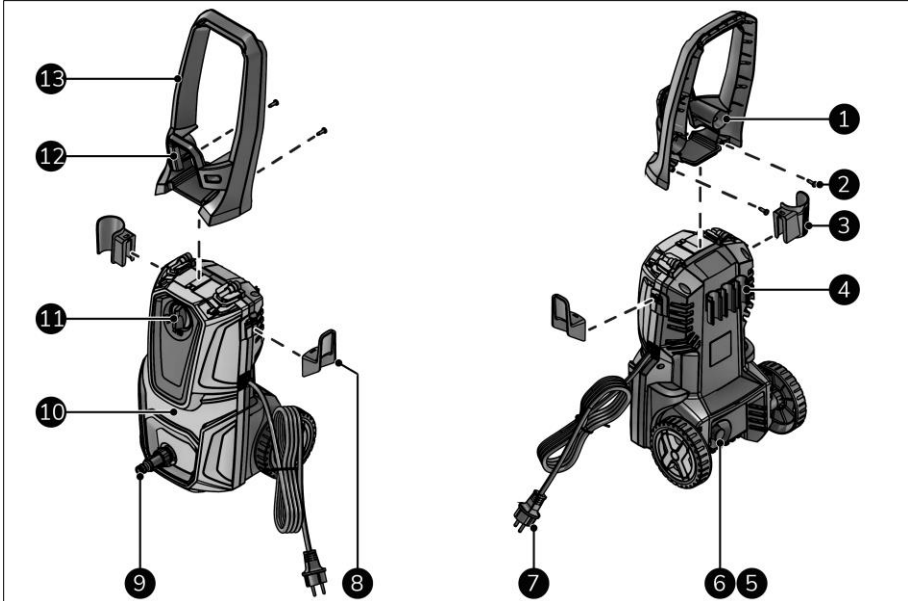

Abbildung 4
Dieses EUROM-Gerät ist ein einfach zu bedienender Hochdruckreiniger (Abbildung 4). Das Gerät ist für den Hausgebrauch konzipiert, wie z. B. die Reinigung von Fahrzeugen, Gebäuden, Terrassen, Fassaden und Gartengeräten.
1. Stellen Sie sicher, dass sich der Schalter EIN(I)/AUS(0) in der Position AUS(0) befindet (Abbildung 4, Pos. 11).
5. Schalten Sie das Gerät ein (Abbildung 4, Pos. 11).